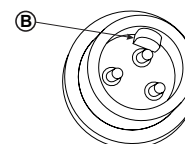

Figure 12. Connecteur mâle
- c. Sur le connecteur mâle correspondant, trouvez la languette de clé (B) tel qu'indiqué à la Figure 12.